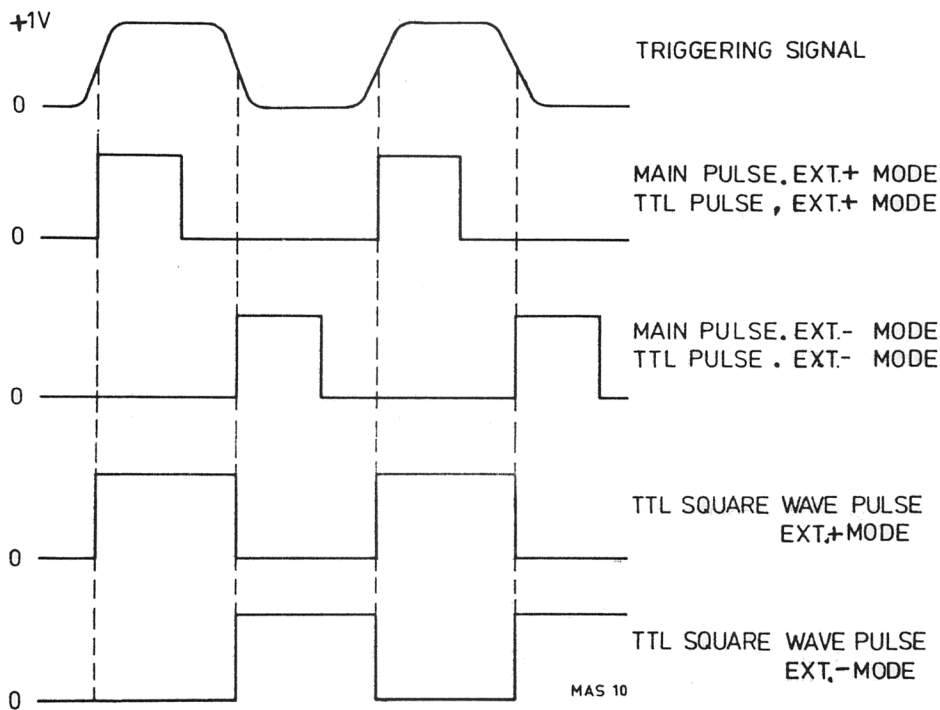

Abb. VI-7. Externe Triggerung, PM 5705
- Wahlschalter REPETITION TIME in Stellung EXT+ oder EXT— bringen, wodurch die Triggerung durch die positive oder negative Flanke des Signals erfolgt. Impulsdauer auf 10 μ s einstellen. Vgl. Abb. VI-7.
- Es erscheint dann ein Ausgangsimpuls nach Abb. VI-7.
- Beachten, daß Impulsfrequenz und Impulsdauer vom Triggersignal bestimmt werden. Vgl. Abb. VI-7.